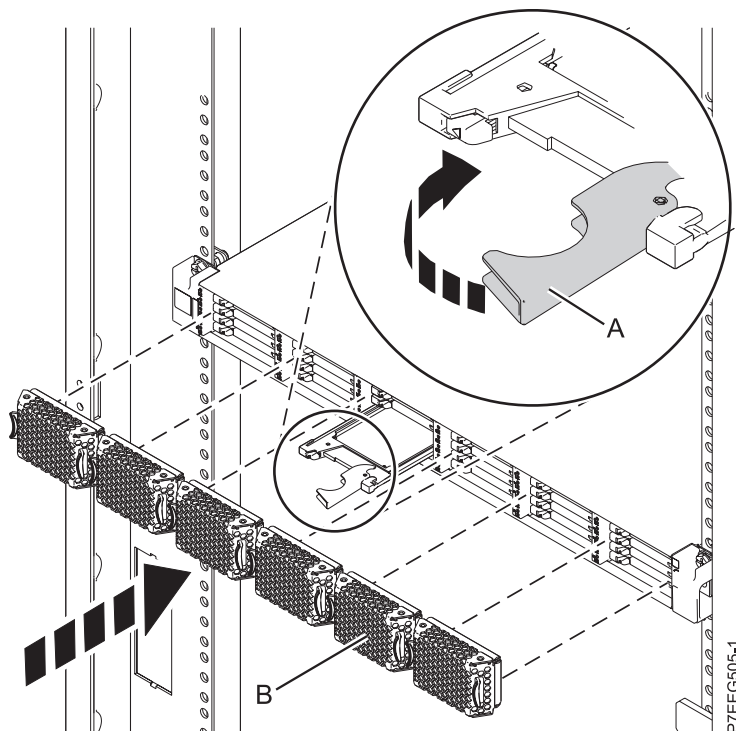

Figura 4. Instalación de una unidad de estado sólido en Alojamiento de almacenamiento PCIe de EDR1
1. Con el asa en la posición de desbloqueo, alinee la unidad de estado sólido con los rieles de guía del alojamiento. Consulte Figura 4 en la página 13.